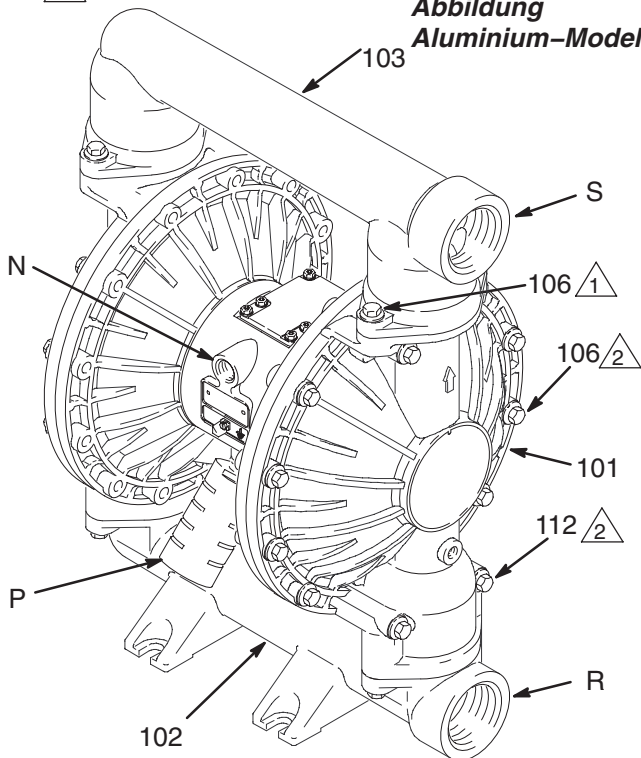

Abb. 3
4. Die Pumpe ist sehr schwer. Für den Transport sollte die Pumpe von zwei Personen am Auslassverteiler (103) sicher getragen werden. Siehe Abb. 3 auf Seite 8.
Bei Auslieferung der Pumpe zeigen Material-Einlass- (R) und -Auslassöffnungen (S) in dieselbe Richtung. Siehe Abb. 3. Zur Veränderung der Ausrichtung von Einlass und/oder Auslass:
1. Die Schrauben (106) entfernen, mit denen der Einlass- (102) und/oder Auslassverteiler (103) an den Abdeckungen (101) befestigt ist.